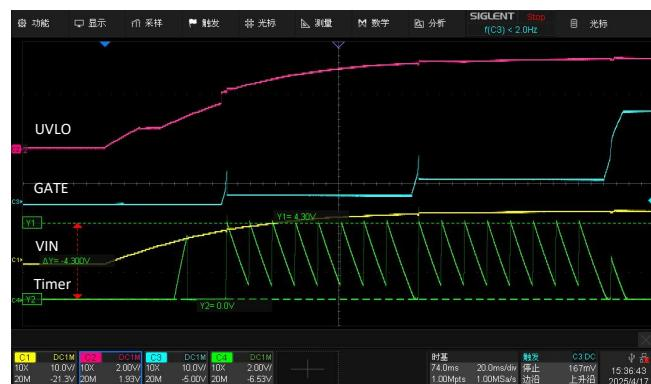
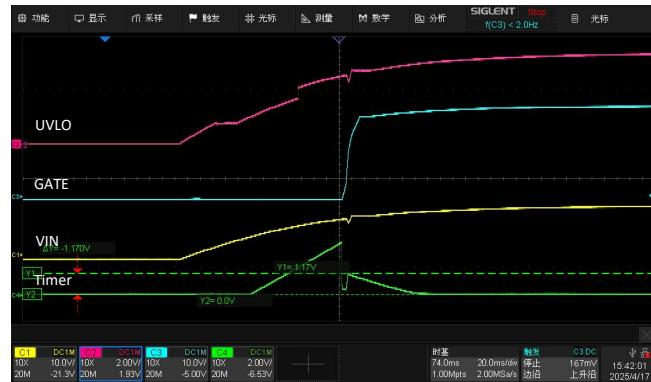

图17 大电解开启时的多次重启波形
图18 Fault time时间加长后的一次启动波形
6.5.2 在负载电容较大的情况下，由于限功率的原因，在固定的Fault time时间内，电解电容未能一次充满电，导致在启动时出现反复重启的现象，如图17所示。主要解决方案有两个，一个是讲Fault time的时间延长，一种是在安全的范围内将功率限制调大。如图18为Fault time时间加长后的一次启动波形。